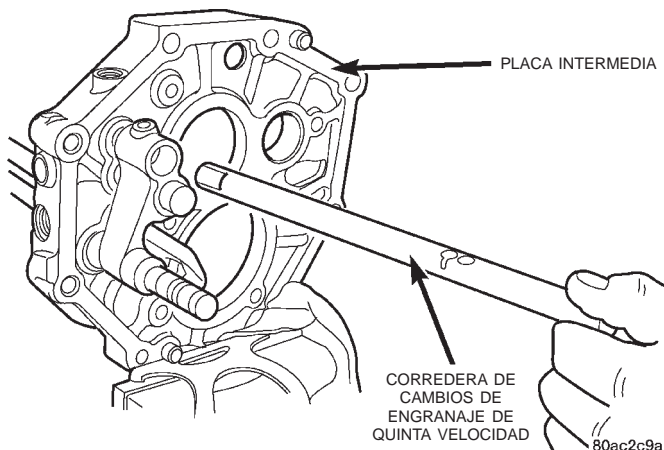

Fig. 84 Instalación de corredera de cambios del engranaje de quinta velocidad
(13) Instale la corredera de cambios del engranaje de quinta velocidad (Fig. 84).